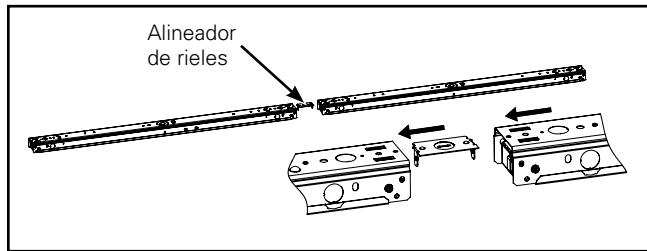

Figura 18.
- Inserte el alineador de rieles en uno de los canales e inserte otro canal en el otro extremo del alineador de rieles. (Figura 18.)